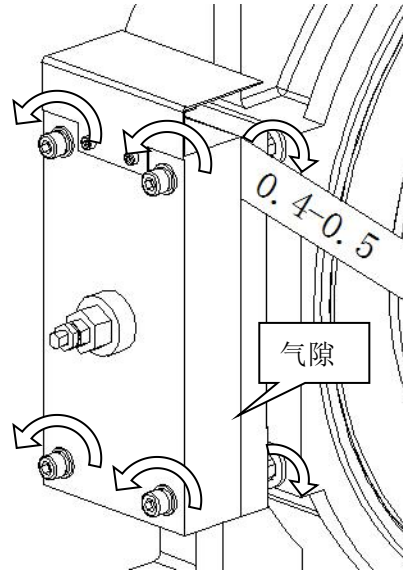

图 3.4 制动器安装与调试步骤四图示
- 步骤四：如锁紧后气隙小于0.4mm（图3.4），则先逆时针旋转螺钉（6）至松弛状态，再顺时针旋转限